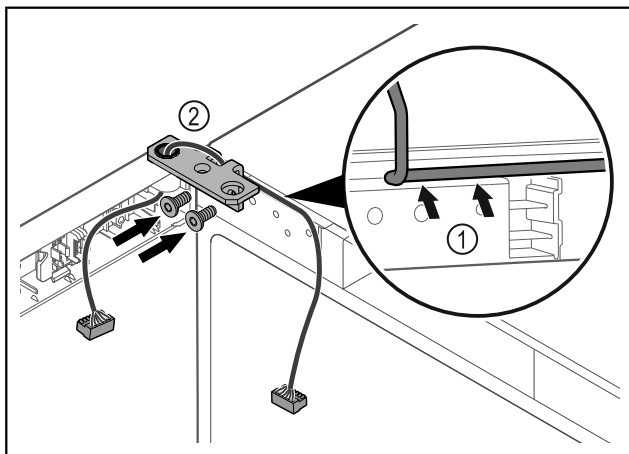

Fig. 62
- ▶ Вкарайте кабела през прореза на ъгъла на пантата и го положете внимателно Fig. 62 (1).
- ▶ Завинтете ъгъла на пантата Fig. 62 (2).